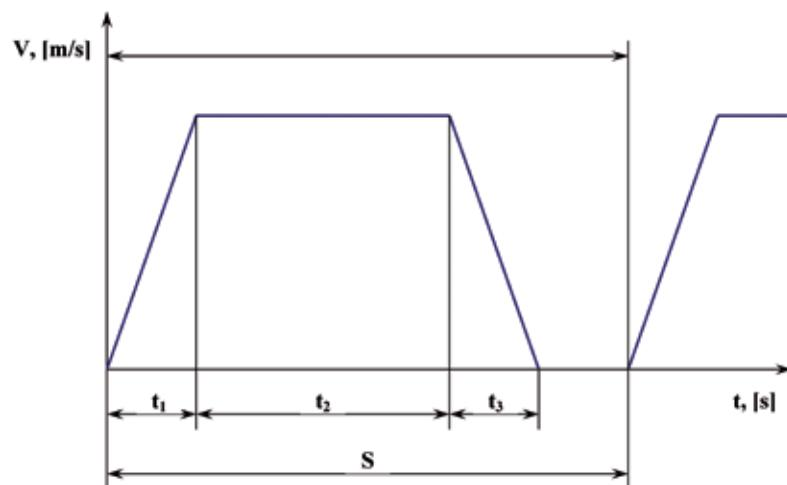

Bild 2.5 Geschwindigkeits-Zeit-Diagramm
- > Geschwindigkeitsdiagramm (Bild 2.5)